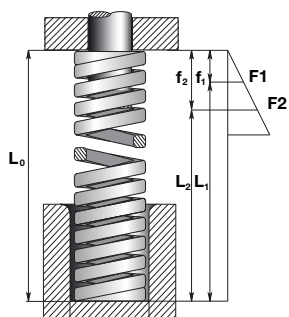
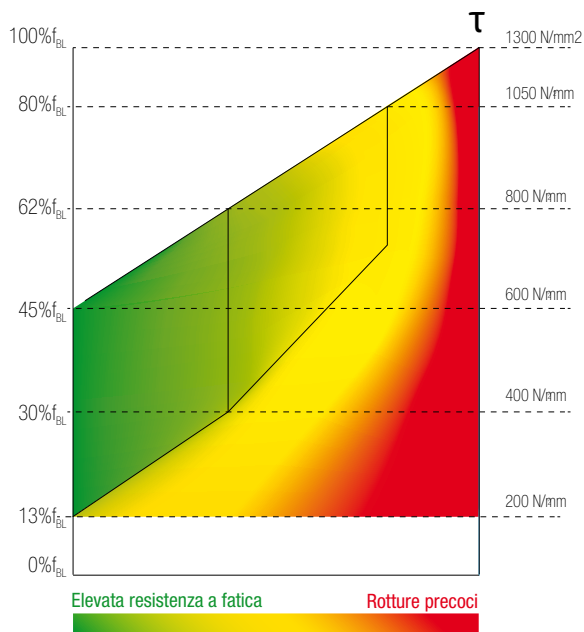

FIG.1 Condizioni di Lavoro
FIG.2 Condizioni di Lavoro e Resistenza a Fatica
For obtaining excellent performances by the die springs, it is very important to figure out the most appropriate one in terms of loads and stress. An inaccurate choice of the die springs can compromise the functionality of the application, causing early breakages. Here below we present some considerations and diagrams, useful for helping the user in choosing the most appropriate spring for its own application. This criteria is based on fBL (solid block), i.e. the maximum deflection available for the spring. Picture 1 shows the "Working Conditions" of springs. The spring is preloaded to f1 and to cyclically stressed till to f2 (working deflection). The graph in Figure 2, "Conditions of Work and Fatigue Resistance", expresses the relationship between the percentage of use of the solid block (%fBL) and stress (τ); the stress (τ) increases, as much as %fBL grows. The graph suggests to use springs giving them a pre-load (f1) of at least 13% of fBL; it doesn't recommend to apply to springs a working deflection (f2) over 80% of fBL (1). For the selection and verification of the correct use of springs, it is preferred to convert f1 and f2, as percentages of the Solid Block fBL, respectively $\%1 = f1/fBL \times 100$ e $\%2 = f2/fBL \times 100$. The color scale provides a qualitative indication of the fatigue life. So, we deduce from the graph that subjecting a spring to low stress and limiting the use of fBL% (left side of the graph), we obtain a greater fatigue life. On the other side submitting the spring to high stresses and/or extensive use of fBL% (right side of the graph), the chance of early breaking increases.
Die „falsche“ Berechnung der Druckfeder kann die Lebensdauer beeinträchtigen und kann zu Funktionsstörungen oder sogar Brüchen führen. Vor der Berechnung sollten die Anforderungen bezüglich der Abmessung der Federn, der geforderte Federweg, die Federkraft und die Beanspruchung der Feder genau definiert werden. Die folgenden Ausführungen und Diagramme können Ihnen bei der Auswahl ihrer Federn helfen. Das Diagramm „fig.1“ zeigt die Arbeitsbedingung. Die Druckfeder wird vorgespannt auf f_1 (Vorspannweg) und zyklisch beansprucht bis f_2 (Endfederweg). Das Diagramm „fig.2“ zeigt die Arbeitsbedingungen und den Dauerfestigkeitsbereich. Es wird das Verhältnis zwischen der Spannung (τ) und der % Blockweges angezeigt (%fBL). Das Diagramm empfiehlt einen Vorspannweg (f_1) für die Druckfeder von mindestens 13 % fBL und rät von einem Federweg von über 80% fBL ab. Die farbliche Darstellung zeigt die zu erwartende Dauerfestigkeit der Feder. Gruener Bereich: optimaler Einsatzbereich. Die Federn sind geringeren Belastungen ausgesetzt. Gelber Bereich: Grenzbereich. Die Federn sind Belastungen ausgesetzt, die die Dauerfestigkeit verringern können. Roter Bereich: niedrige Dauerfestigkeit, Bruchgefahr.
La scelta della molla corretta per dimensioni, carichi e sollecitazioni è il prerequisito per un funzionamento efficace ed efficiente dell'applicazione in cui è usata. La scelta della molla non idonea per un'applicazione, può comportare un cattivo funzionamento del sistema o problemi di rotture. Nel seguito riportiamo delle considerazioni e dei grafici che possono aiutare l'utilizzatore nella scelta della molla più idonea per la propria applicazione. Tali considerazioni si basano sulla fBL (freccia a blocco), ossia la massima deflessione possibile per la molla. Il disegno in fig.1 mostra le "Condizioni di Lavoro". La molla viene precaricata a f_1 e sollecitata ciclicamente fino a f_2 (freccia di lavoro). Il grafico di fig.2, "Condizioni di Lavoro e Resistenza a Fatica", esprime la relazione tra la percentuale di utilizzo della freccia a blocco (%fBL) e la sollecitazione unitaria (τ): al crescere di %fBL, cresce il valore della sollecitazione unitaria τ . Il grafico raccomanda di utilizzare le molle con una precarica (f_1) pari almeno 13% fBL., mentre sconsiglia di sottoporre le molle a frecce di lavoro (f_2) oltre 80% fBL(1). La scala cromatica fornisce un'indicazione qualitativa della resistenza a fatica. Quindi dal grafico deduciamo che sottoponendo una molla a basse sollecitazioni e limitato utilizzo della %fBL (parte sx del grafico), si ottiene una maggiore resistenza a fatica. Al contrario applicando alla molla elevate sollecitazioni e/o ampio utilizzo della %fBL. (zona dx del grafico), aumenta la possibilità di rotture precoci.